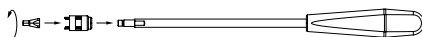

Fig. 9
- Enroscar manualmente el aplicador de tornillos de bloqueo, ver Fig. 9.